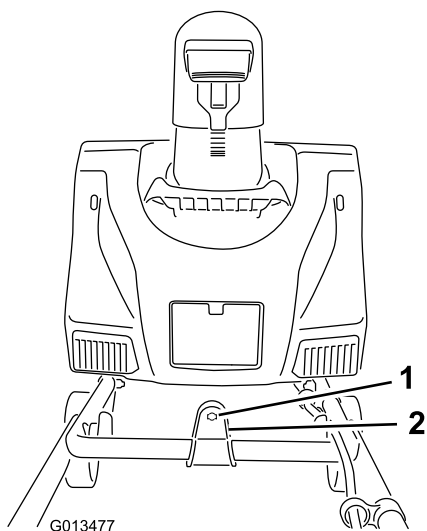

Figura 4
- Inserite l'estremità dell'asta di comando del camino nel foro della chiavetta nella staffa fissata alla parte superiore della stegola inferiore (Figura 4).